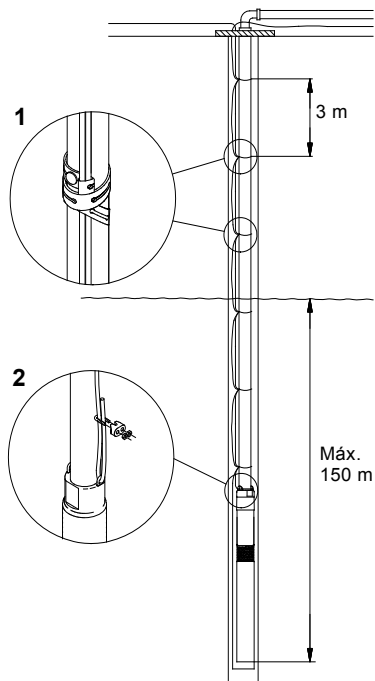

Fig. 11
O cabo deve ser fixado por meio de braçadeiras colocadas de três em três metros conforme indicado na fig. 11.
Profundidade **máxima** da instalação abaixo do nível estático da água: 150 metros, ver fig. 11.
Recomenda-se que a bomba seja sustentada por um arame de suspensão, conforme indicado na fig. 11, pos. 2.